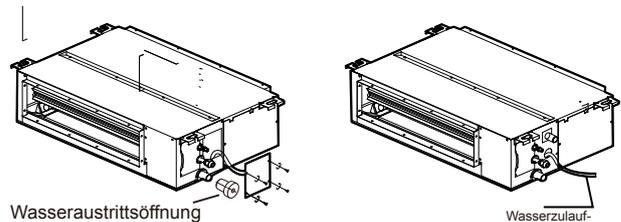

Abbildung 5.5
4. Öffnen Sie den Testwasserstecker und fügen Sie weiter Wasser hinzu (Abbildung 5.5 zeigt den Wassereinlass), bis der Alarm durch übermäßigen Wasserstand ausgelöst wird. Überprüfen Sie, ob die Entwässerungspumpe das Wasser sofort entleert. Nach drei Minuten schaltet sich das Gerät ab, wenn der Wasserstand nicht unter den Warnwert fällt. In diesem Fall müssen Sie die Stromversorgung abschalten und das angesammelte Wasser ablassen, bevor Sie das Gerät normal einschalten können.